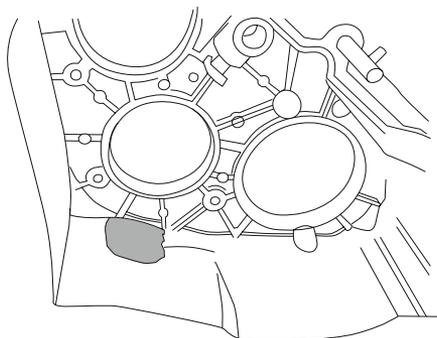

Рис. 3
4. Доработайте данный участок стенки картера раздаточной коробки для дальнейшей установки промвала, используя УШМ или гравёр (см. раздел Инструменты) (Рис. 3).